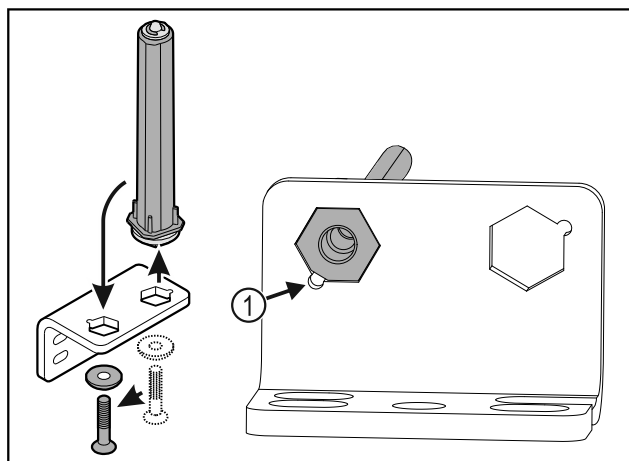

Fig. 38
- При поставянето внимавайте за това, скосяването на болта Fig. 38 (1) да сочи към кръглия отвор.